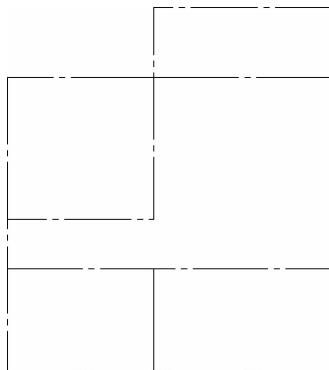
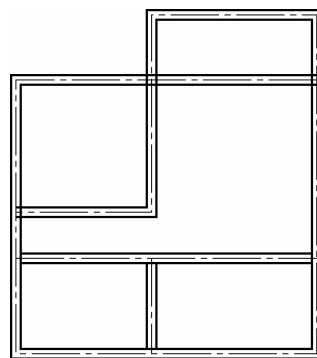

图 3-11 绘制轴线网
图 3-12 绘制墙线
(1) 绘制轴线网。选择“轴线”图层，绘制轴线网，如图 3-11 所示。
(2) 设置多线样式。选择“墙线”图层，执行“格式”→“多线样式”命令，在弹出的“多线样式”对话框中单击“重命名”按钮，把样式名称改为 240，再单击“修改”按钮，把偏移“0.5”改为“120”，偏移“-0.5”改为“-120”。
(3) 绘制墙线。执行“绘图”→“多线”命令，按命令行提示把“对正(J)”选项改为“无(Z)”，把“比例(S)”改为 1，然后绘图，结果如图 3-12 所示。